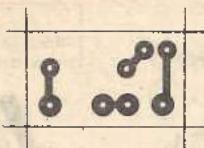

Fig. 4
- **FIG. 4** - É aqui que "mora o segredo"... O chamado **lay out** do Circuito Impresso mostra justamente, em **tamanho natural**, sem
lado" do próprio **lay out** (fig. 4, no caso...). Assim as relações visuais direita/esquerda ou em cima/em baixo, estão sempre **invertidas** no chapeado (em relação à distribuição vista no **lay out**), assim como uma "visão no espelho". Quem esquece disso (e esse esquecimento é muito comum entre os iniciantes...) se atrapalha todo na hora de confeccionar ou montar uma placa de Circuito Impresso! Outros aspectos a serem considerados, dentro das normas que ABC usará SEMPRE, nas informações visuais contidas nas futuras Revistas/Aulas: